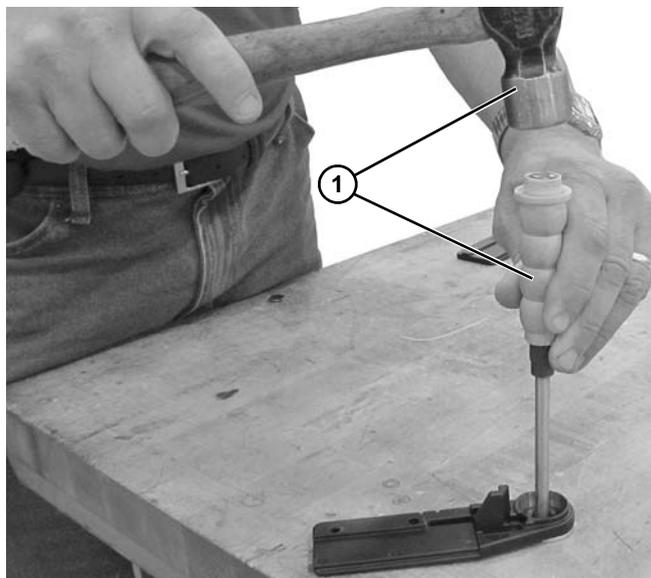
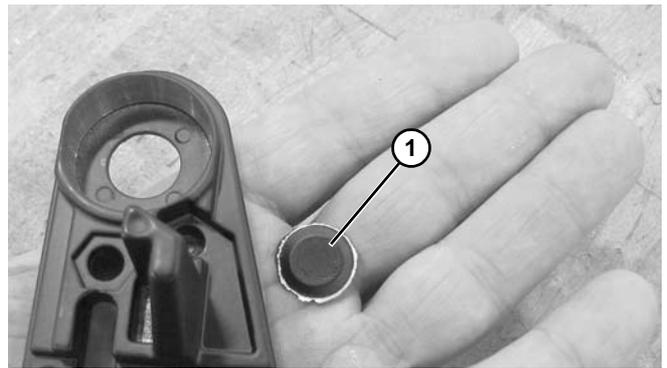

Figure 83
Figure 84
3. À l'aide d'un marteau et d'un poinçon (6 mm - 13 mm de diamètre) (**Figure 83, élément 1**) ou d'une longue tige éjecter le pion (**Figure 84, élément 1**) de l'axe soutenant la plaque arrière avec la rondelle.